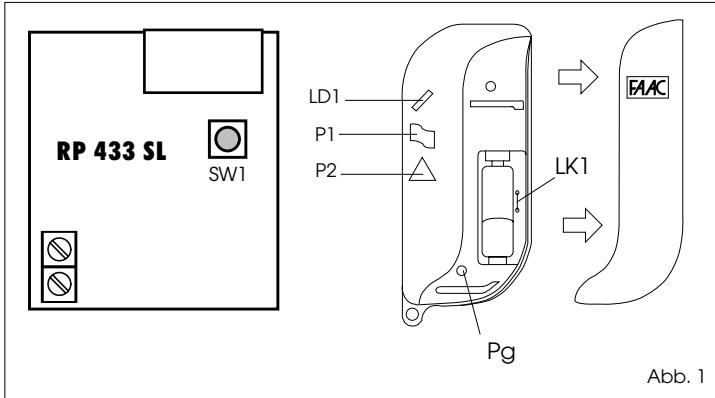

Abb. 1
- 1) Durch Abschieben des Deckels gem. Abb.1 das Sendergehäuse öffnen, wodurch die Taste zur Codeerzeugung (Abb.1-Pos.Pg) zugänglich wird.
- 2) Die dem jeweils zu kodierenden Kanal zugeordnete Aktiviertaste P (Abb.1) drücken und gedrückt halten. Hierbei sicherstellen, daß die Anzeige-Led (Abb.1-Pos.LD1) aufleuchtet.
- 3) Die Taste Pg zur Codeerzeugung (Abb.1) ca.1 Sekunde drücken. Bei Betätigung der Taste zur Codeerzeugung erlischt die Anzeige-Led.
- 4) Die Aktiviertaste P des Kanals (Abb.1) loslassen.
- 2) Die Aktiviertaste P (Abb.1) des betreffenden Kanals drücken und gedrückt halten. Hierbei sicherstellen, daß die Anzeige-Led LD1 (Abb.1) aufleuchtet.
- 3) Die Taste SW1 der Selbstlernfunktion für die Dekodierkarte (Abb.1) drücken und gedrückt halten,
- 4) Die Taste SW1 der Selbstlernfunktion für die Dekodierkarte (Abb.1) loslassen.
- 5) Die Aktiviertaste P des Senders (Abb.1) loslassen.
- 2) Die Aktiviertaste P des Mustersenderkanals drücken und gedrückt halten (Abb.1)
- 3) Die Aktiviertaste P des Senderkanals zur Code-Selbstlernfunktion drücken (Abb.1).
- 4) Die Aktiviertaste P des Senderkanals zur Code-Selbstlernfunktion (Abb.1) loslassen.
- 5) Die Aktiviertaste P des Mustersenderkanals (Abb.1) loslassen.
Um den Sendercode vor unbefugter Duplikation zu schützen, kann der Jumper LK1, der in allen Sendern vorhanden ist (Abb.1), entfernt werden.